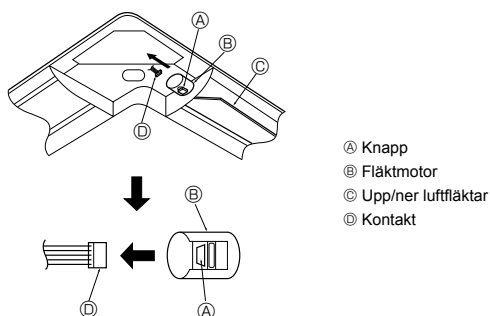

Fig. 9-11
9.7. Låsning av luftflödet upp/ner (Fig. 9-11)